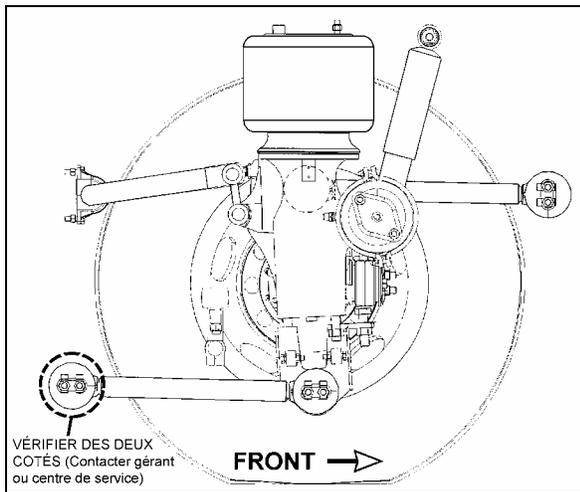

FIGURE 2 : SUSPENSION AVANT XL2
3. Si une cheville de support défectueuse est détectée, elle doit être remplacée par une pièce conforme (Voir les figures 2, 3 et 4).